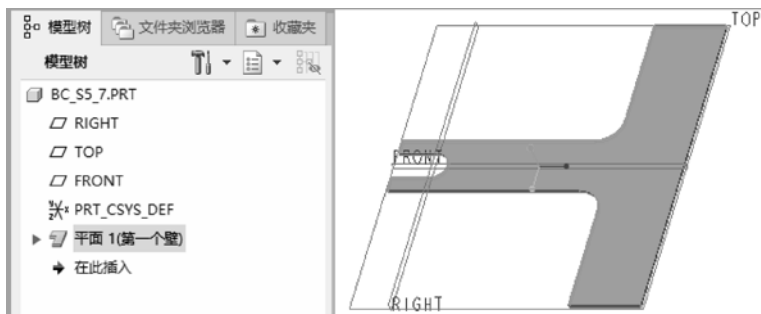

图 5-151 创建平面壁
- (4) 在“平面”选项卡的  (壁厚度) 值框中输入厚度值为“0.8”。
- (5) 在“平面”选项卡中单击  (完成) 按钮, 创建平面壁作为钣金件的第一壁, 如图 5-151 所示。